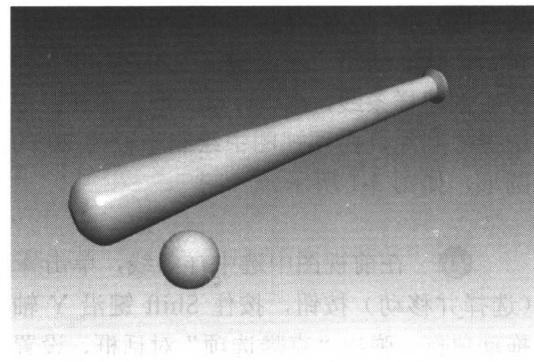

图3-5 最终效果图
⑨ 将底部的圆进行封口并翻转法线，如果对放样的结果不满意，可以在修改面板中进入曲线CV子层级对圆形样条线进行缩放和移动修改，这个圆所影响的曲面会被自动更新。
⑩ 棒球棒模型建立完成，赋予材质和灯光后按F9键，渲染透视图，效果如图3-5所示。